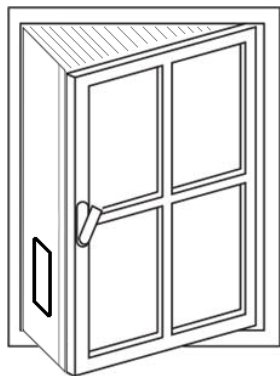

Fig. 5 Montage garniture de fenêtre 2
- Raccordez l'adaptateur de garniture de fenêtre à la garniture de la fenêtre (voir fig. 5).